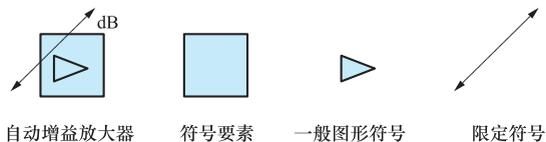

图 1-5 符号要素、一般符号和限定符号的组合举例
(3) 符号要素 + 一般符号 + 限定符号。如图 1-5 所示为自动增益放大器的图形符号，它由表示功能单元的符号要素与表示放大器的一般图形符号、表示自动控制的限定符号以及文字符号 dB（作为限定符号）构成。